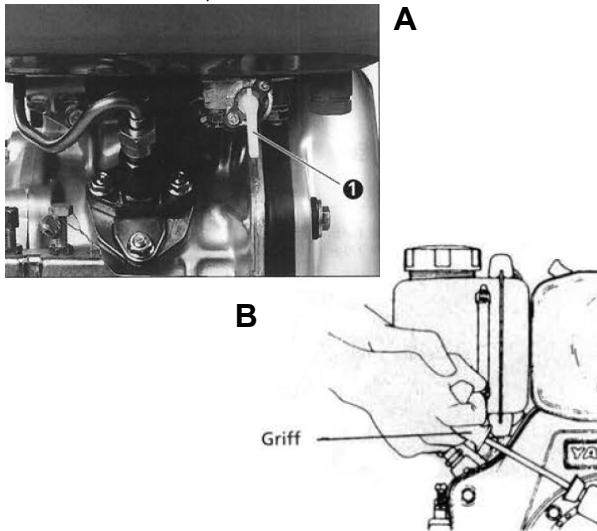

Abb. 11: Kraftstoffhahn
- Nicht zuviel Batteriesäure einfüllen, weil ansonsten verschüttete Flüssigkeit die umgebenden Teile korrodieren kann (s. Abb. 11)